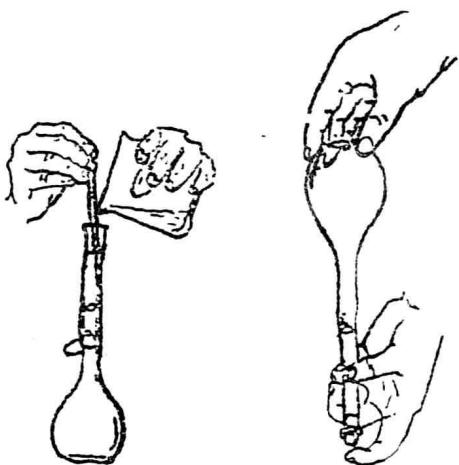

图 1-6 容量瓶的使用
2. 操作方法：如果用固体物质配制标准溶液，先将准确称取的固体物质于小烧杯中溶解后，再将溶液定量转移到预先洗净的容量瓶中，转移溶液的方法如图 1-6 所示，一手拿着玻璃棒，并将它伸入容量瓶中；一手拿烧杯让烧杯咀贴紧玻璃棒慢慢倾斜烧杯，使溶液沿着玻璃棒流下。倾完溶液后，将烧杯沿着玻璃棒轻轻上提，同时，将烧杯直立，使附在玻璃棒和烧杯咀之间的溶液回到烧杯中。再用洗瓶以少量蒸馏水冲洗烧杯 3—4 次，洗出液全部转入容量瓶中（叫做溶液的定量转移）。然后用蒸馏水稀释至容积 2/3 处时，振摇容量瓶使溶液混和，但此时切勿倒转容量瓶。最后，继续加水稀释，当接近标线时，应用滴管逐滴加水至弯月面恰好与标线相切。盖上瓶塞，以手指压住瓶盖，另一手指尖托住瓶底缘，将瓶倒转并摇动，再倒转过来，使气泡上升到顶；如此反复多次，使溶液充分混合均匀，如图 1-6 所示。